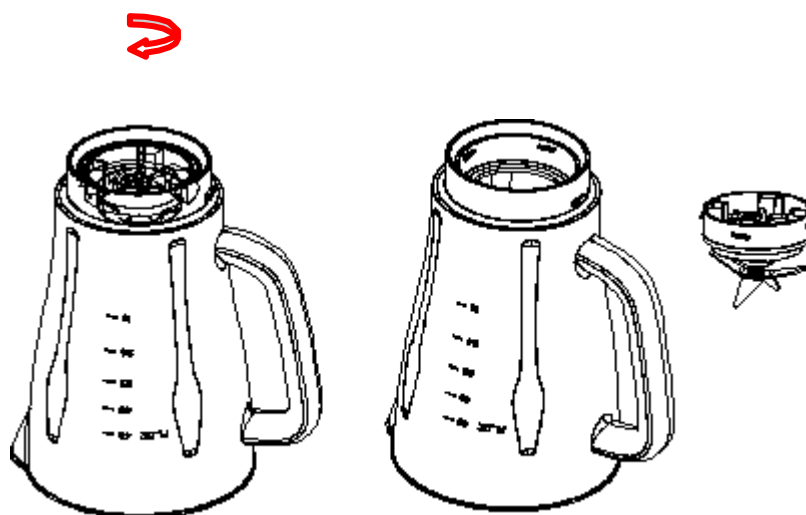

Рис. 8
4. Разберите все съемные части. Снимите чашу с моторного блока. Чтобы отсоединить блок лезвий, поверните его по часовой стрелке от дна основания чаши, и снимите уплотнительное кольцо 2 и блок лезвий (см. Рис. 8). Затем отсоедините уплотнительное кольцо 1 крышки чаши от крышки.